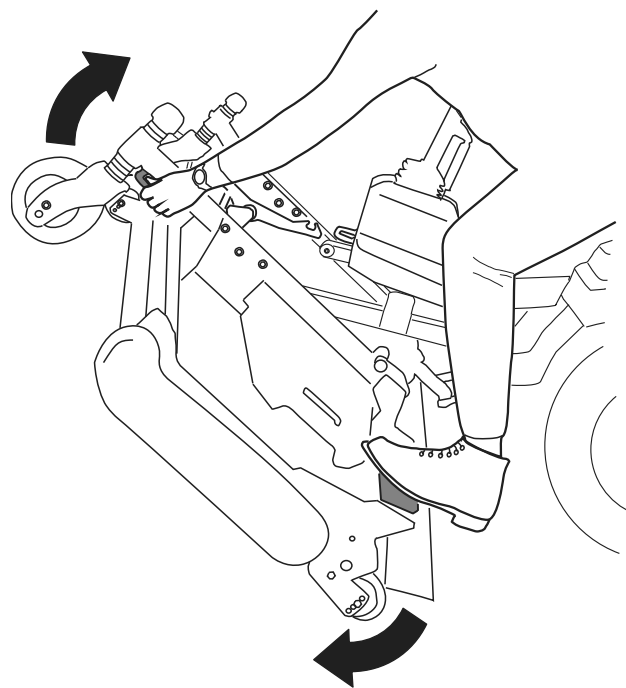
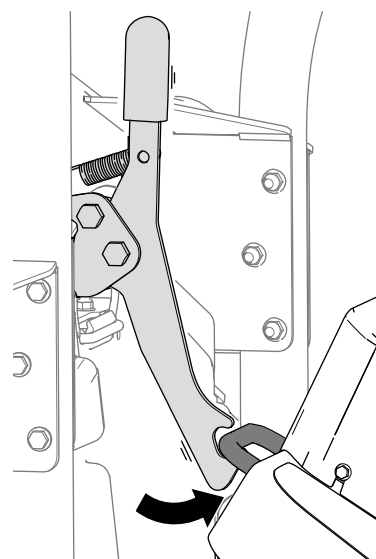
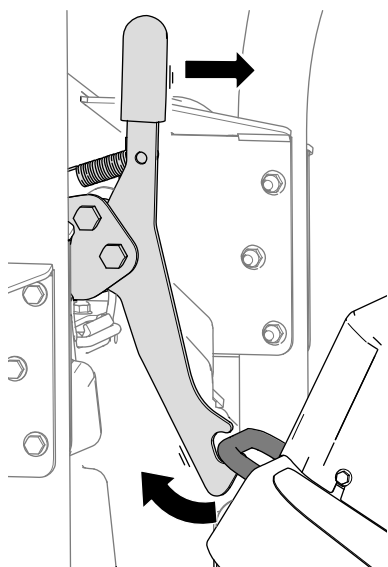

Рисунок 39
Рисунок 40
Рисунок 41
5. Поверните режущий блок (**Рисунок 39**) так, чтобы защелка вошла в зацепление с крепежным кронштейном (**Рисунок 40**).
1. Освободите защелку режущего блока от крепежного кронштейна (**Рисунок 41**), для этого немного поверните режущий блок вперед (см. **Рисунок 39**) и потяните рукоятку защелки вперед.